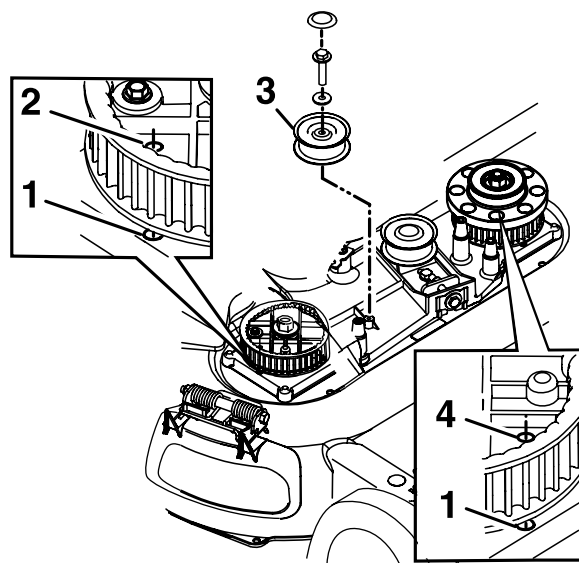

Рисунок 45
8. Снимите фиксированный натяжной шкив и крепежные детали (Рисунок 45).
10. Совместите отверстия в правой и левой звездочках с отверстиями в корпусе, как показано на Рисунок 45.